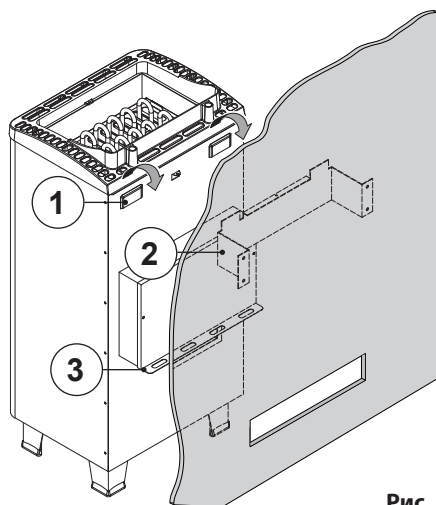

Рис. 5
- Подвесьте каменку на настенный кронштейн (2), используя пазы (1) в задней стенке, и установите ее на распорку (3). (рис. 5).